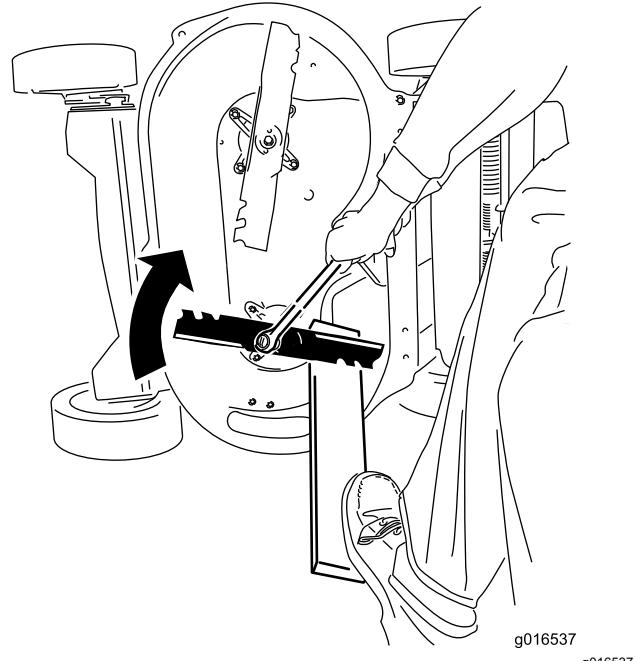

Figure 38
- Immobilisez chaque lame à l'aide d'une planche et tournez le boulon de lame dans le sens horaire au moyen d'une clé dynamométrique comme montré à la Figure 38; serrez chaque boulon de lame à 82 N·m (60 pi-lb).